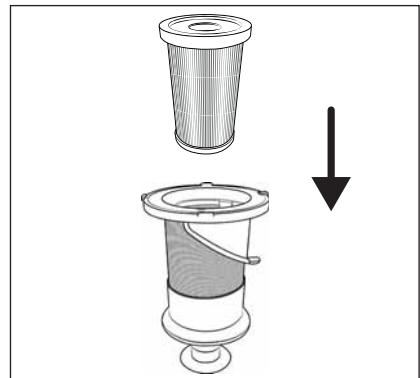

Afb. 21
- 6) Zet het RVS-filter **6** in het stofreservoir **7** en druk het volledig omlaag (zie afb. 21). Let daarbij op de vergrendelingen met verschillende groottes op het RVS-filter **6**. Het RVS-filter **6** kan door deze vergrendelingen maar in één stand in het stofreservoir **7** worden geplaatst.